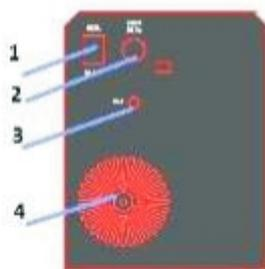

Рис.2. Задняя панель
6.17. Подсоединить баллон с CO₂ к ниппелю на задней панели аппарата, рис. 2. поз. 3